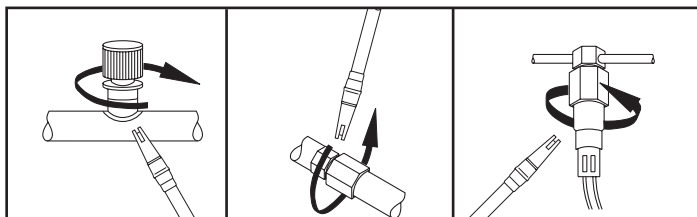

Fig. 6
5. Pour chaque zone contrôlée, déplacez la sonde autour de l'endroit à une vitesse égale ou inférieure à 25 à 50 mm/seconde (1–2 pouces/seconde), en maintenant la sonde à 5 mm (1/4 po) maximum de la surface et tout autour de la position. Un mouvement plus lent et plus rapproché de la sonde augmente considérablement la probabilité de trouver une fuite (voir Fig. 6). Toute augmentation du niveau d'alarme indique une fuite.